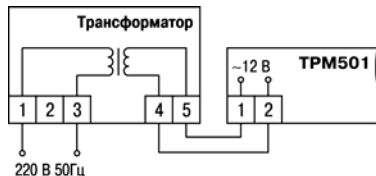

**Рисунок 6.4 – Схема подключения датчиков с выходным сигналом тока (а) и напряжения (б)**
6.3.3.4 При соединении датчиков и прибора необходимо соблюдать полярность, рисунок 6.4.